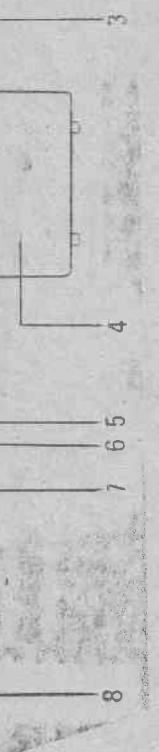

Рис. 3.
- 5.4. Вид магнитолы со стороны задней крышки приведен на рис. 3:
Для снятия крышки батарейного отсека (рис. 3 поз. 4) нажмите вниз на обе защелки на крышке.